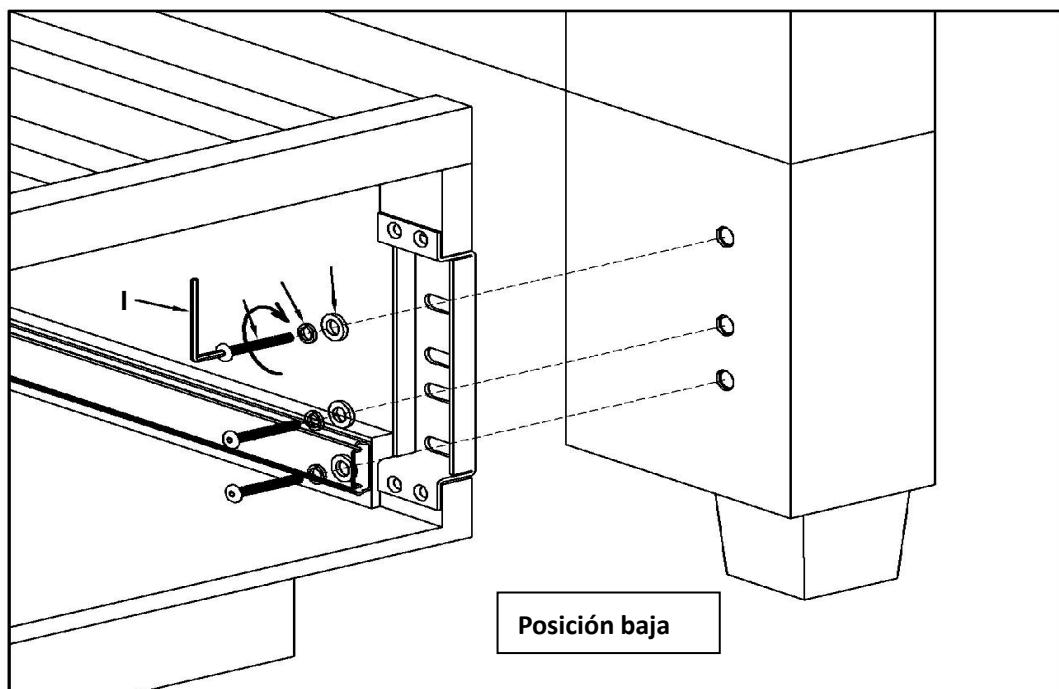

Fig. 5
42. Ajustar todos los pernos con la llave Allen que se proporciona (I).
- Las cabeceras Raleigh, York y Georgetown usan los soportes en la posición baja (tal como se entrega de fábrica). La distancia desde el piso hasta el orificio inferior es de aproximadamente 5-1/2". Ver la Fig. 5. Si se instala en una cabecera de posición baja, ir directamente al Paso #11. Ver **Fig. 5**.